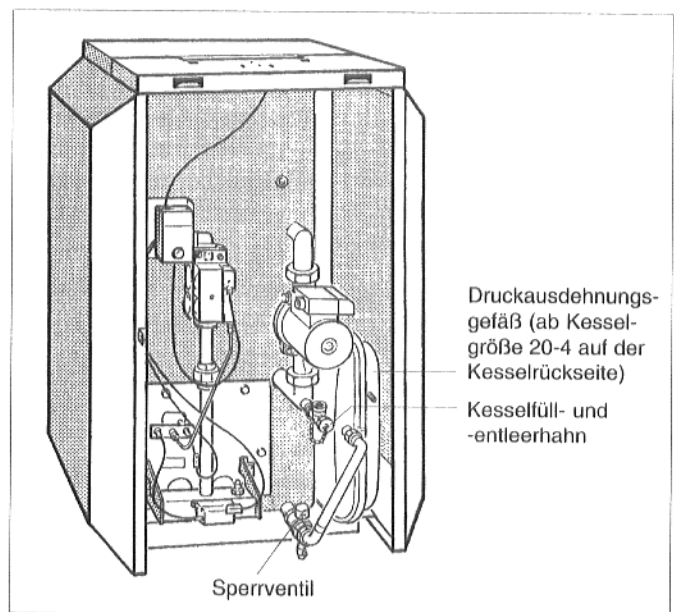
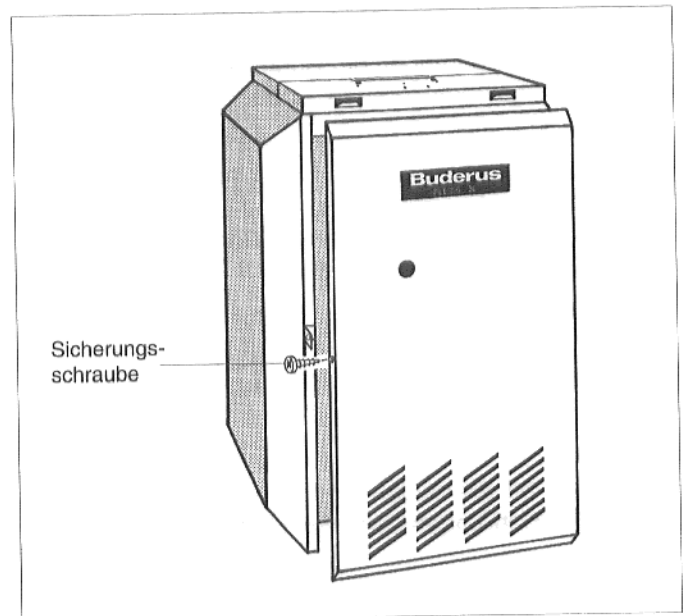

Abb. 9: G124 XV, Vorderwand geöffnet
Abb. 11: Kesselvorderwand abnehmen
Dabei wird das Druckausdehnungsgefäß vom System abgetrennt durch Schließen des Sperrventils unter der roten Kappe (Abb. 9). Abnehmen der Kesselvorderwand siehe Abb. 11.
- Sicherungsschrauben links und rechts in den Seitenwänden herausdrehen (Abb. 11).
- Kesselvorderwand anheben und nach vorne abnehmen (Abb. 11).
- Regelgerät auf die vordere Kesselhaube so aufsetzen, daß die Einschiebehaken auf der Unterseite des Regelgeräts vorne in die ovalen Bohrungen eingeführt werden (Abb. 9 bzw. 14).